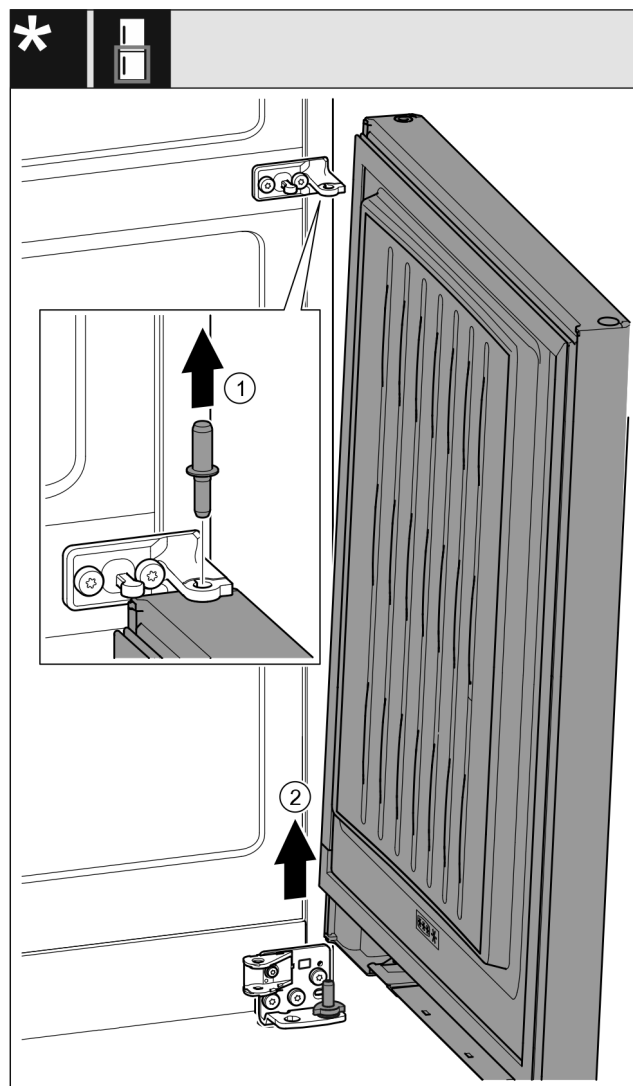

Fig. 27 S prigušivačem zatvaranja*
- Izvucite svornjak Fig. 27 (1) prema gore.*
- Zakrenite vrata Fig. 27 (2) prema van, povucite ih prema gore i stavite ih na stranu.*